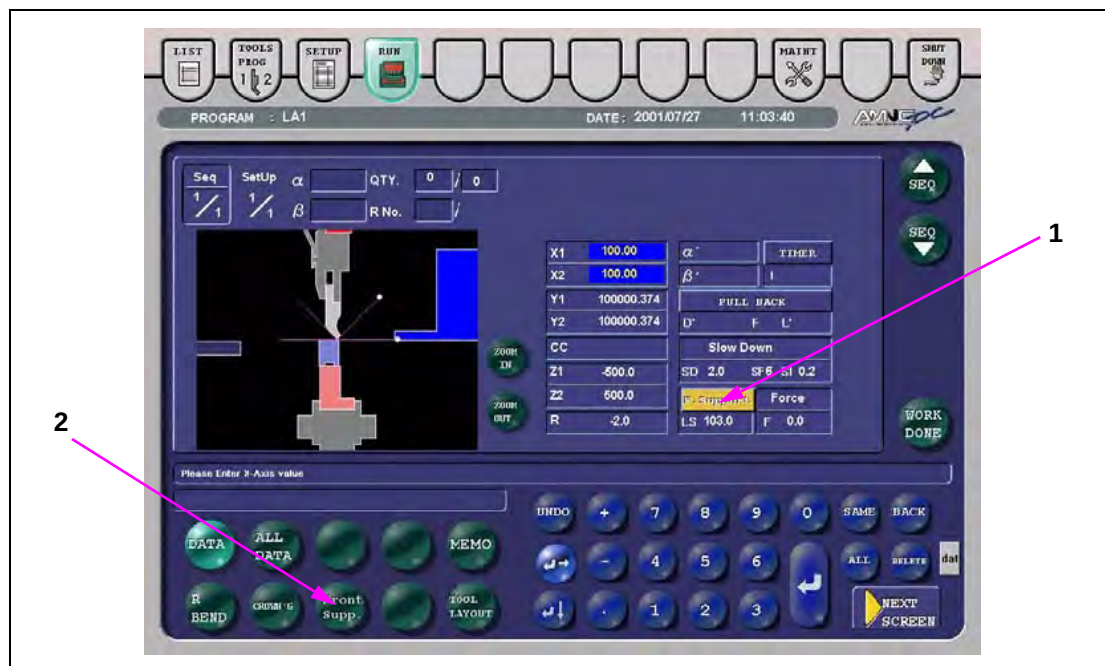

Abb. 14-6 „RUN“-Display
1. Im „RUN“-Display des gewünschten Modi (3D, SHAPE, ANGLE, DIRECT) Bedienfeld F. SUPPORT (Abb. 14-6/1) betätigen. Die Farbe des Bedienfelds wechselt von blau auf gelb.
2. Bedienfeld FRONT SUPP. (Abb. 14-6/2) betätigen, um das „FRONT SUPP.“-Display aufzurufen. Positionen der programmierbaren Fronttische für jeden Abkantschritt in die Tabelle des „FRONT SUPP.“-Displays eingeben.